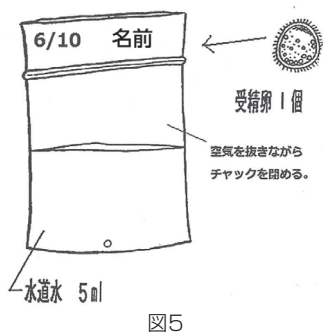

図5
板材で斜面を作り、ボールを揺すり、受動歩行を試します（図5）。
- (5)チャック付きポリ袋に水道水5mLと卵1個を入れ、空気を抜きながら封をします（図5）。
- (6)虫めがねでも卵の中の変化や心臓の動き、血液の流れを確認できます。
- (7)卵からメダカがふ化したら、同じ水温の水そうに移します。